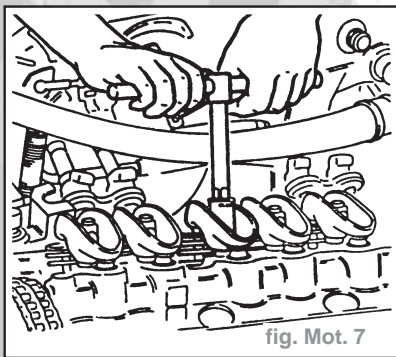

fig. Mot. 7
- Desserrer l'écrou de réglage jusqu'à ce que le culbuteur commence à cliqueter (fig. Mot. 7).